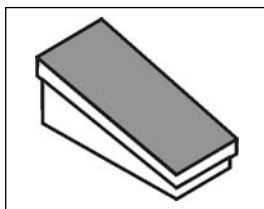

Fig. 7
2.2.3 Fjernstyringskontroll med pedal RC12 for MMA- og TIG-sveising (Fig. 7)